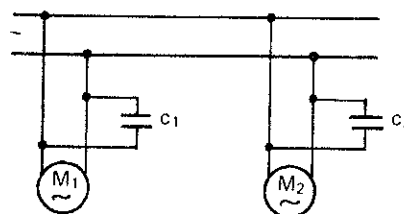

Figura 13.32. Compensación individual de potencia reactiva.
a) Compensación individual: Se conecta un condensador en paralelo con cada carga inductiva a compensar (Figura 13.32).